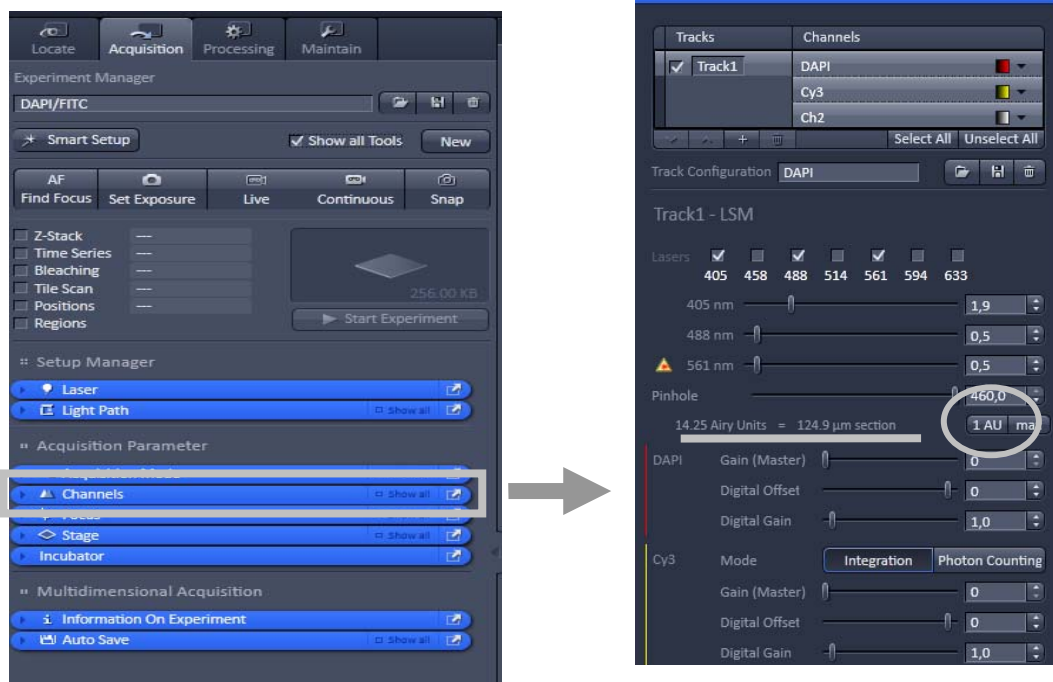

Fig.16 Channels ツール
使用している対物レンズの開口数と波長に応じて、最適なピンホール径(およそ 1 Airy Unit)に設定することができます。また、画像の光学切片厚を確認することができます。(Fig.16 下線部)
- ピンホールを 1Airy に設定します (Fig.16)。